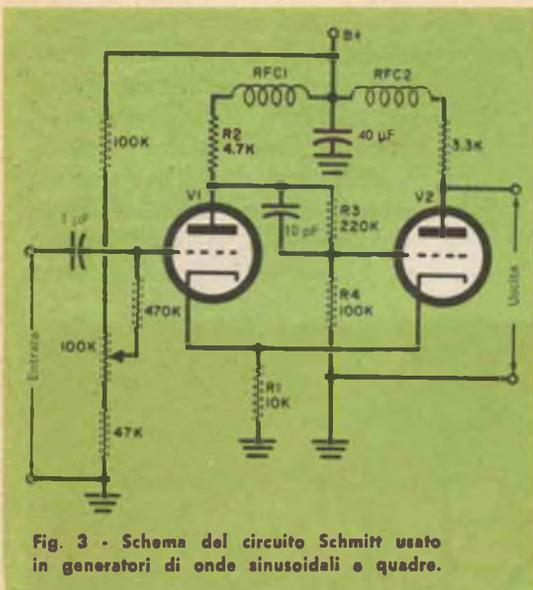

Fig. 3 - Schema del circuito Schmitt usato in generatori di onde sinusoidali e quadro.
Circuiti dei ripetitori - Nel conduttore centrale del cavo viene immessa una corrente continua di valore costante; questa corrente passa nei filamenti delle valvole disposti in serie e la caduta di tensione che si ottiene è sufficiente per l'alimentazione delle placche e delle griglie schermo (fig. 3).
Nuovi circuiti - Presentiamo questo mese due circuiti (*fig. 3*) essenzialmente simili in quanto comprendono due transistori tipo p-n-p usati come amplificatori ad accoppiamento diretto con emettitore comune.
In *fig. 3-A* è rappresentata una combinazione di amplificatore audio ed oscillatore e in *fig. 3-B* un relé controllato dalla luce o fotorelé.
Durante il funzionamento, i segnali applicati al circuito base-emettitore del transistor Q1 sono amplificati da questo stadio ed applicati direttamente al circuito di ingresso del transistor Q2. Il segnale di uscita amplificato da Q2, a sua volta, è applicato all'utilizzatore che fa da carico, costituito da un trasformatore audio (T1), in *fig. 3-A*, e da un relé elettromagnetico (K1), in *fig. 3-B*.
Fig. 3 - I due circuiti qui rappresentati sono uguali, ma vengono impiegati per usi diversi. Nel primo circuito (A) il condensatore C1 e l'interruttore S2 convertono un normale amplificatore audio in un oscillatore. Nel secondo circuito (B) la luce che incide sulla fotocellula PC1 eccita il relé K1.